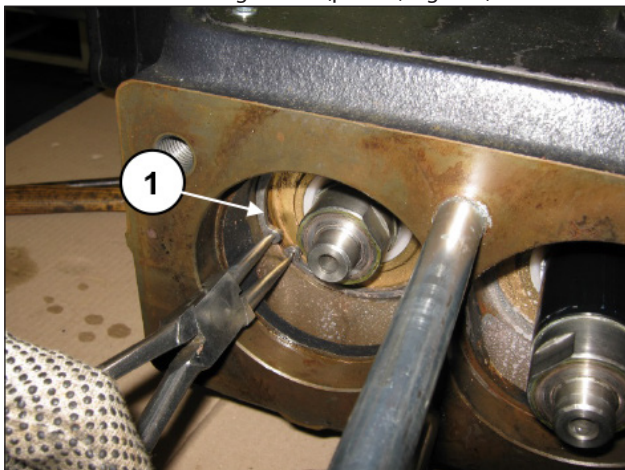

Fig. 110
Desmontar la anilla seeger Ø 92 (pos. ①, Fig. 110).